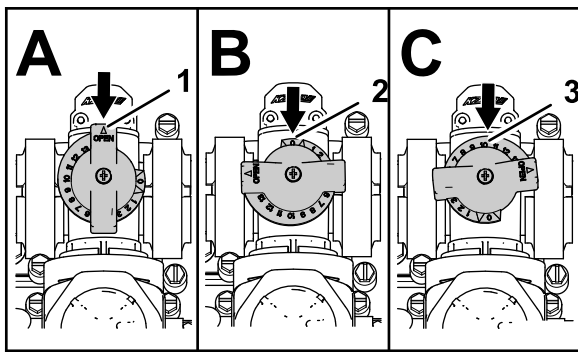

Figura 30
- La válvula de desvío de agitación se encuentra en la posición de Abierta como se muestra en la Figura 30, A.
- La Figura 30, B, muestra la válvula de desvío de agitación en la posición de Cerrado (0).
- La válvula de desvío de agitación se encuentra en una posición Intermedia (relativa al manómetro del sistema de fumigación) como se muestra en la Figura 30, C.